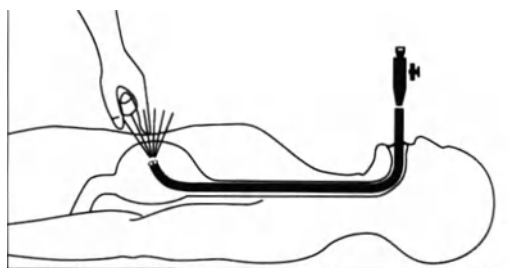

Рис. 6.
- Проведите пальпацию участка, где при трансиллюминации отмечается наиболее яркое пятно света. При этом слизистая желудка выпячивается внутрь и будет хорошо заметна на эндоскопе (Рис. 6).